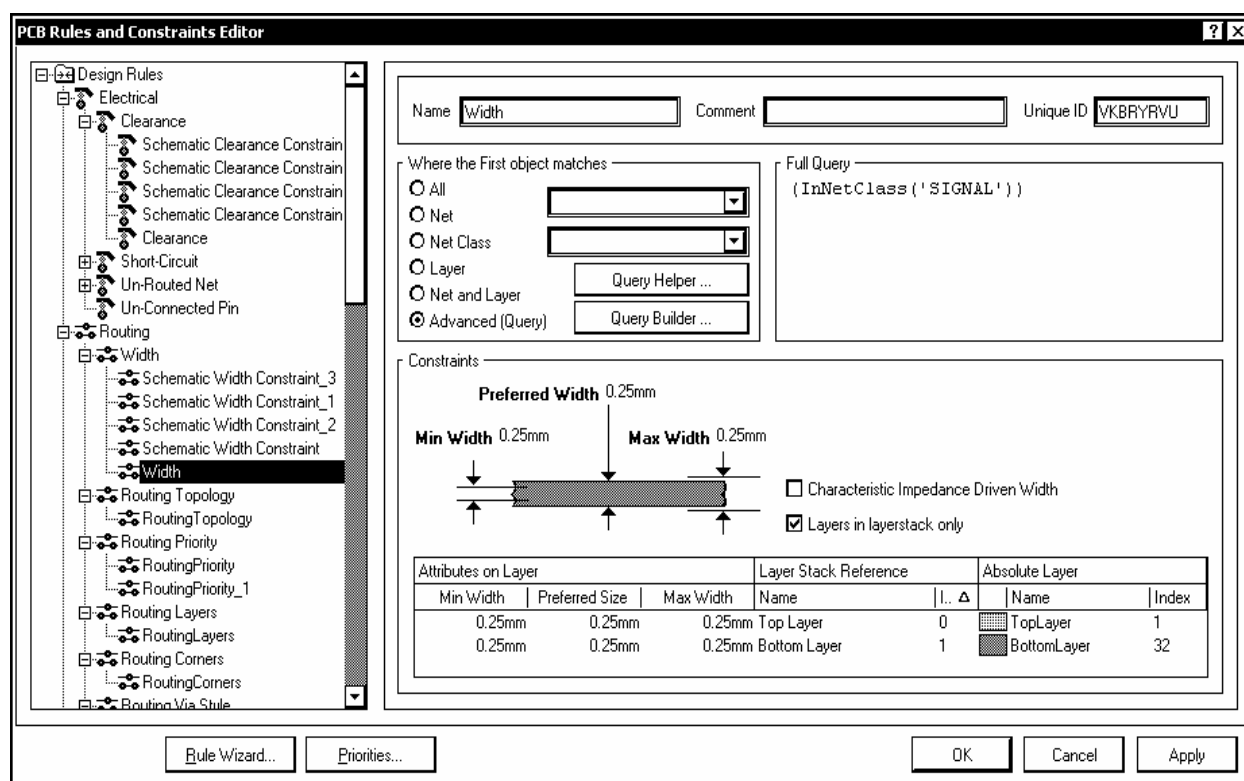
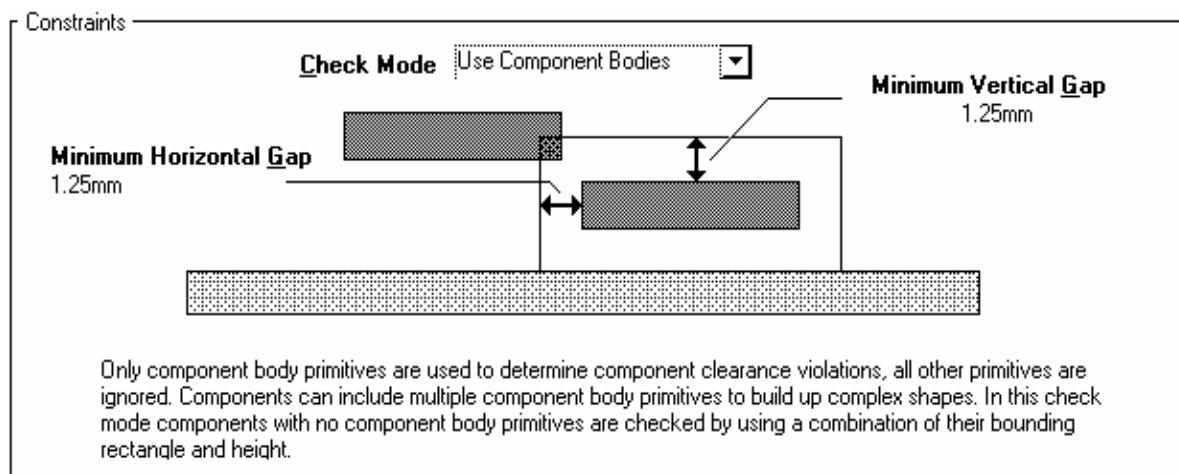
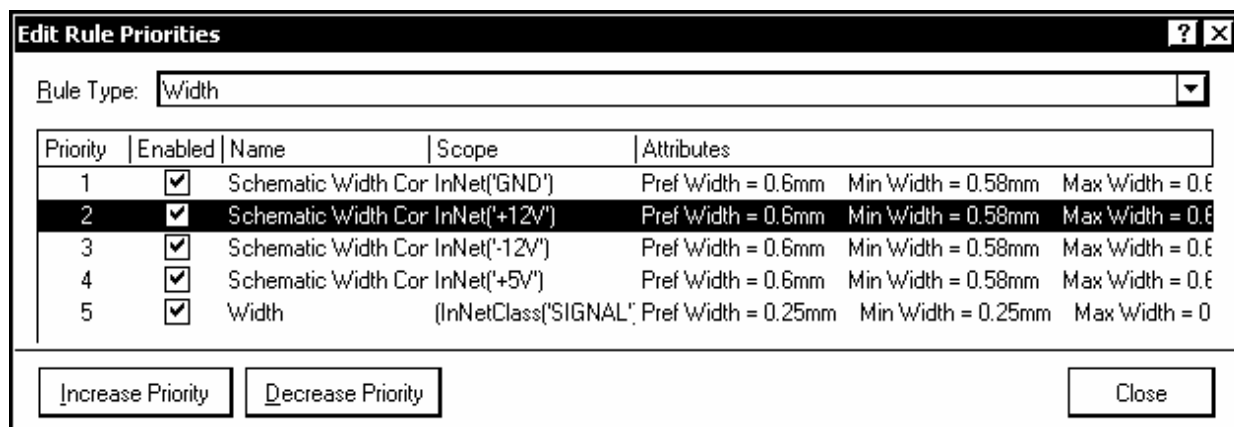
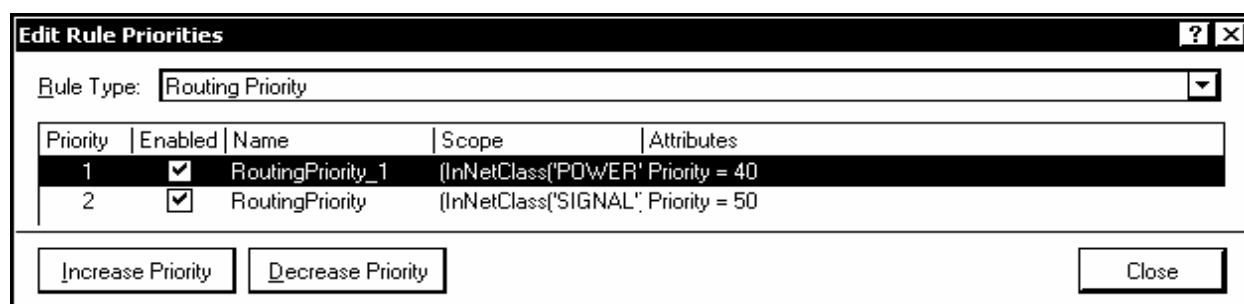

Рис. 6.4
Рис. 6.6
Рис. 6.7
Рис. 6.8
1. Активируем команду главного меню Design>>Rules. В дереве правил диалогового окна PCB Rules and Constraints Editor (рис. 6.4) можем наблюдать узлы, образованные правилами, настроенными для класса цепей питания и “земли” в среде схемного редактора (см. 5.2.6). Для каждой из четырех цепей ограничения, наложенные на допустимую величину зазоров и допустимую ширину печатных проводников, образуют узлы с именами Schematic Clearance Constraint и Schematic Width Constraint.
2. Выберем курсором в дереве правил один из узлов Schematic Width Constraint. В правой половине окна (рис. 6.4) в поле Constraints отображается эскиз фрагмента печатного проводника с обозначением минимальной, номинальной и максимально допустимой ширины проводника. Ниже отображаются эти же данные в виде таблицы, в которой приведено также цветовое обозначение проводников на сигнальных слоях Top Layer и Bottom Layer.
1. В дереве правил диалогового окна (рис. 6.4) выбрать узел Width – ширина.
8. Щелчком на ОК завершить диалог формирования запросов. В окне настройки правил (рис. 6.4) кнопкой Apply зафиксировать выполненные изменения правил.
В поле *Query Preview* выводится строка *InNetClass('Signal')*. Щелчком на ОК закроем формирование запросов, и в окне (см. рис. 6.4) зафиксируем настройку кнопкой *Apply* – применить.
Назначим для нашего проекта еще одно правило – ограничение минимально допустимого зазора между корпусами компонентов. Активируем в дереве правил диалогового окна (рис. 6.4) узел *Placement>>Component Clearance*. В поле *Constraints* изображается диаграмма (рис. 6.6), позволяющая установить необходимые значения зазоров.
При назначении нескольких однородных правил-ограничений, например ширины проводников для разных цепей или классов, программа выстраивает их приоритеты в той последовательности, в которой назначались правила, обозначая приоритет порядковыми номерами начиная с 1. Для изменения приоритета щелчком кнопки *Priorities* в окне на рис. 6.4 активизировать диалог редактирования приоритетов. Откроется диалоговое окно *Edit Rule Priorities* (рис. 6.7).
По-другому устанавливается приоритет правила Routing Priority, которому назначается атрибут Priority непосредственно в правом поле окна на рис. 6.4. Значение атрибута Priority может быть установлено в пределах 0...100 (100 – высший приоритет). При этом кнопкой Priorities обычным образом вызывается окно редактирования приоритетов, в котором правила, как и в первом случае, выстроены по списку с номерами 1, 2 и т. д. и также могут перемещаться вверх или вниз (рис. 6.8).
6. Двойным щелчком левой клавиши выбранное правило вызывается для редактирования. Открывается диалоговое окно с именем Edit PCB Rule – Max-Min Width Rule, фактически повторяющее правое поле окна, приведенного на рис. 6.4. Процедура редактирования правила, рассмотренная на с. 96 – 98, полностью применима в данном случае.
- Use Component Bodies (дословно: использование тела компонента) – правило, распространяющееся на компоненты, имеющие трехмерную модель корпуса: в поле Constraints строится диаграмма (см. рис. 6.6), на которой указывается не только зазор между компонентами на плоскости ПП, но и зазор по высоте.